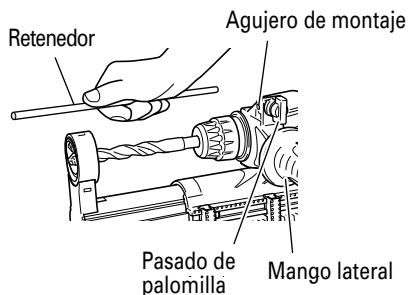

Fig. 23
9. Modo de usar el tope (Fig. 23)